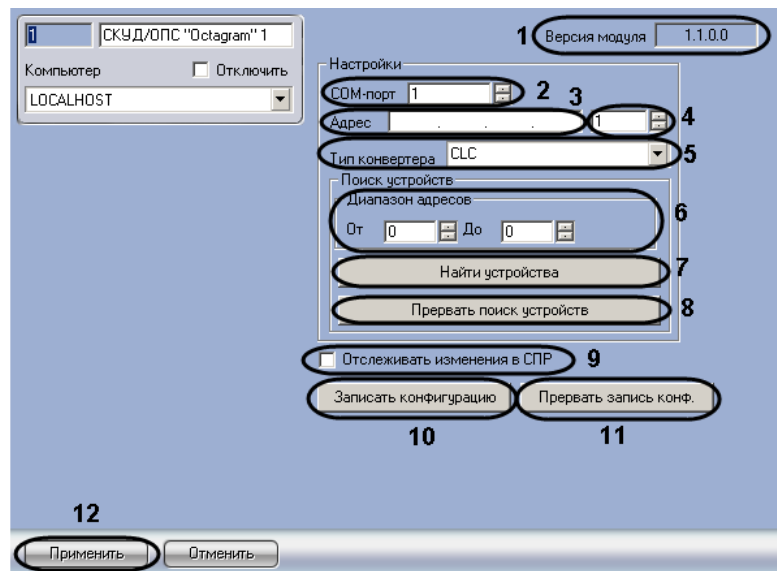

Рис. 3.2—2. Настройка взаимодействия ПК ACFA Intellect со СКУД Octagram
Примечание. В поле **Версия модуля** отображается текущая версия модуля *Octagram* (см. Рис. 3.2—2, 1).
2. В случае, если подключение *СКУД Octagram* производится по COM-порту, в поле **COM-порт** ввести с помощью кнопок **вверх-вниз** номер COM-порта Сервера *Интеллект*, используемого для подключения через выбранный контроллер *Octagram* (см. Рис. 3.2—2, 2).